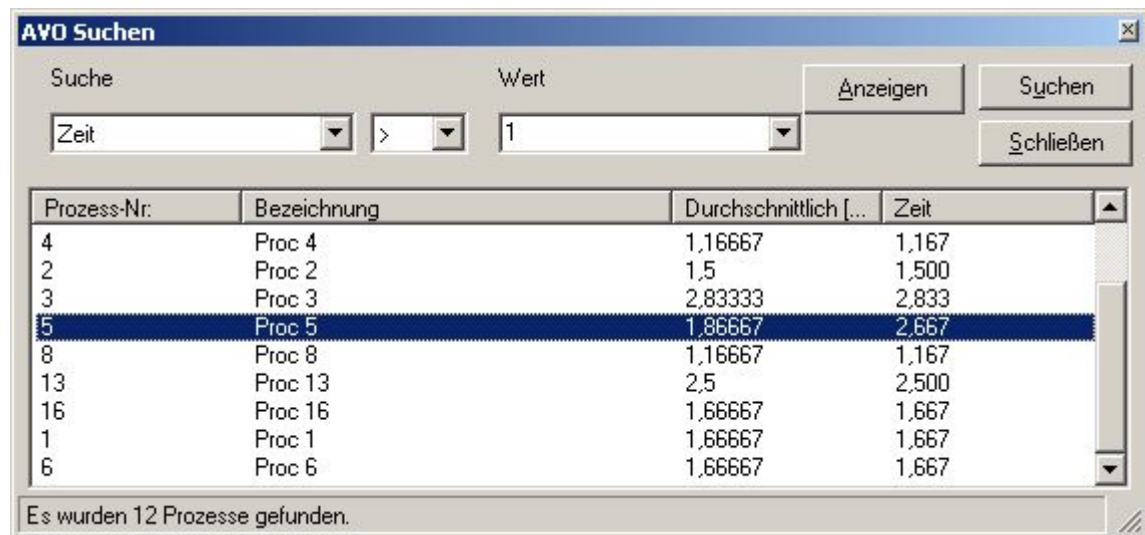

Abbildung 51: Prozesse anzeigen lassen
- Um einen Prozess in der Ansicht Leistungsabstimmung zu highlighten, selektieren Sie im Dialog AVO Suchen den Prozess. Klicken Sie danach auf Anzeigen. Siehe auch: Abbildung 51.